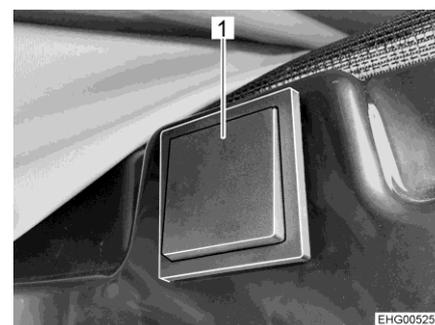

Fig. 48 Touche pour le déverrouillage électrique
La touche de déverrouillage électrique (Fig. 48) est placée dans la découpe du toit relevable.
- Appuyer pendant au moins 2 secondes sur la touche (Fig. 48,1).